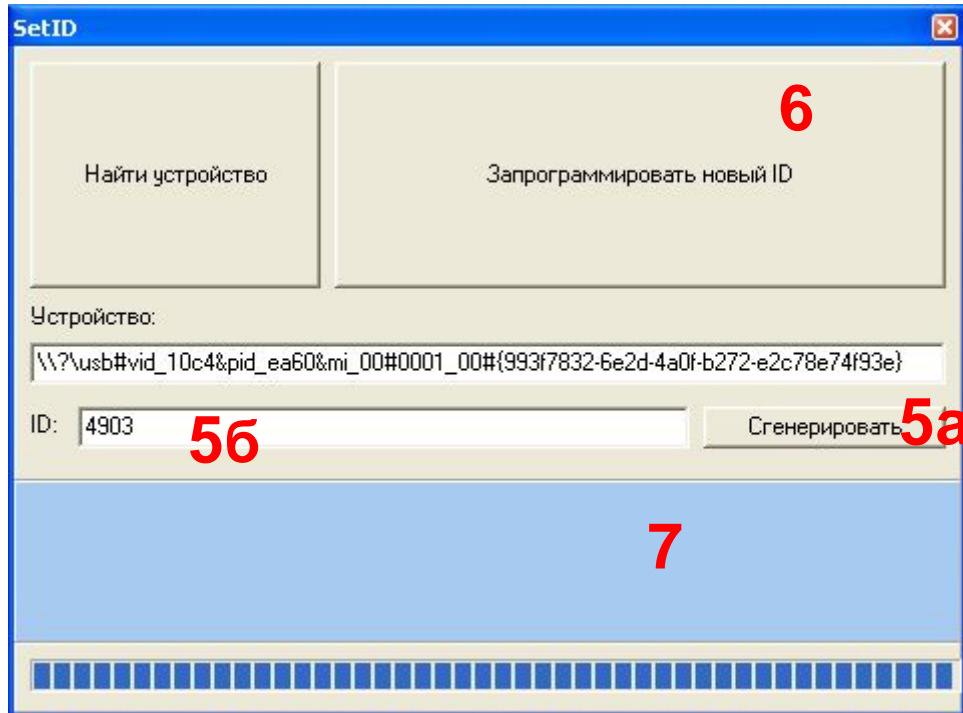

Рис. 3.3. Генерация ID
3. Нажмите кнопку «Сгенерировать» (5а), либо введите любое четырехзначное число в строку ID (5б) (см. рис. 3.3);
4. Нажать на кнопку «Запрограммировать новый ID» (6). Программа изменит серийный номер ID, нижнее поле главного окна станет голубым (7) (см. рис. 3.3). После этого операционная система обнаружит новое устройство и придется снова установить драйвера.